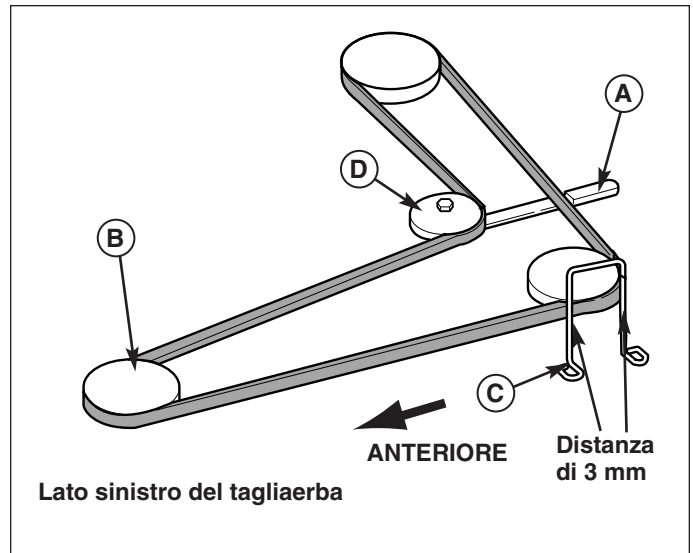

Figura 44. Instradamento tipico della cinghia del tagliaerba - Basi a due lame
3. Spingere la leva di rinvio (A, Figura 44 o 45) per rilasciare la tensione della cinghia. Far cadere la cinghia dalle puleggia della PTO (frizione elettrica).